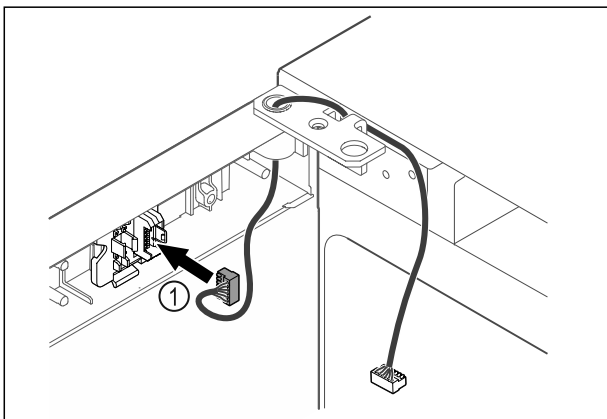

Fig. 46
- ▶ Вкарайте щекера Fig. 46 (1) в държача на щекера.